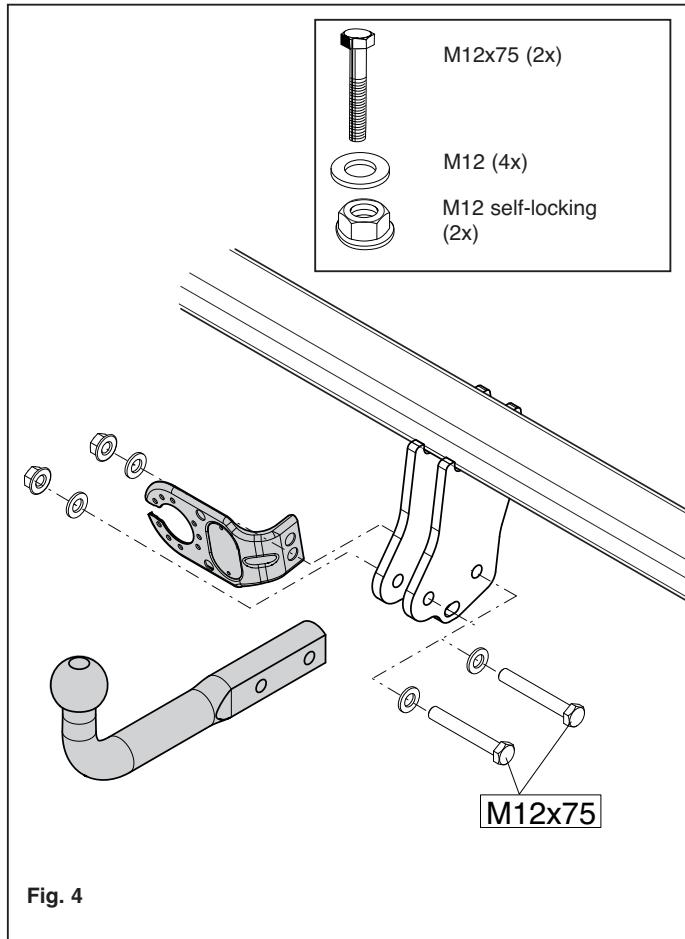

Fig. 4
6. Zamontować drążek kuli wraz z płytą z gniazdem wtykowym. Patrz rysunek 4.
6. Установить крюк с шаром, вместе со штепсельной платой. См. рисунок 4.